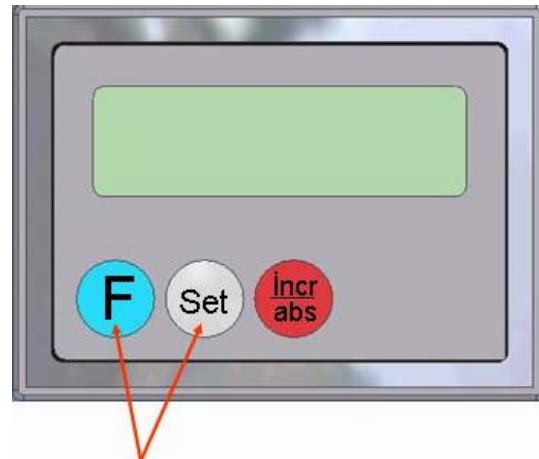

РИСУНОК 12
7.5.2. Выполните измерение, одновременно нажимая **F** и **SET** кнопки на дисплее. (смотрите Рисунок 12) Вам следует прочесть измерение 530.
7.6.1.6. Так как источник питания к дисплею был нарушен, вы должны настроить прибор (смотрите Рисунок 12, пункт 7.5.2).